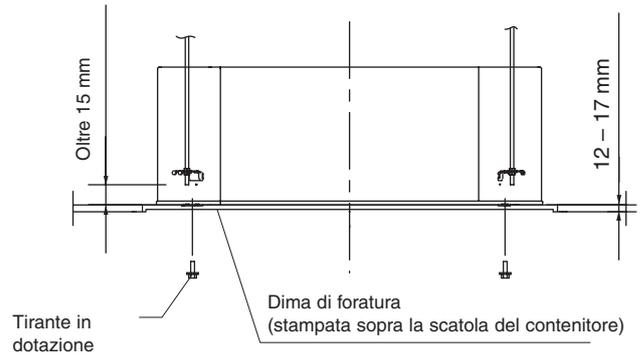

Fig. 3-4
(1) Quando l'unità deve essere installata all'interno di un controsoffitto, determinare gli interassi tra i tiranti di sospensione usando la dima di foratura (in dotazione). (Fig. 3-4)
(2) La lunghezza dei tiranti di sospensione deve essere appropriata a distanze tra il fondo del tirante e quello dell'unità superiori ai 15 mm, come mostrato dalla fig. 3-4.